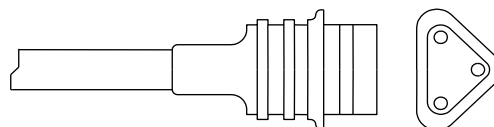
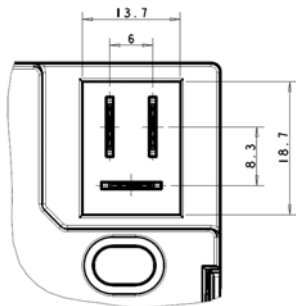

Рис. 2
Рис. 3
- F: Быстросъемное соединение (Рис. 3);
Трансформаторы могут поставляться с треугольным разъемом SP1 для подключения кабеля питания (Рис.2 и 4), либо с разъемом 6.35x0.8 (Рис.3); Длина и концевка кабеля изменяются по запросу.